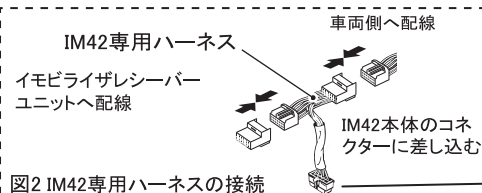

図2 IM42専用ハーネスの接続
② 図2のようにイモビライザーシーバユニットの7PコネクタにIM42専用ハーネスのコネクタを割り込ませ、接続します。
③ イモビアダプター本体とIM42専用ハーネス(10Pコネクタ部)を接続します。